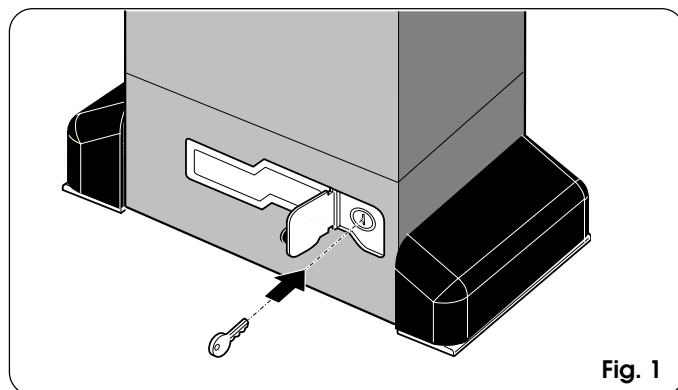

Fig. 1
- 1) Open het beschermdeurtje en steek de speciale, bijgeleverde sleutel in het slot zoals aangegeven op fig. 1.